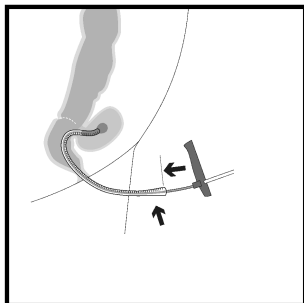

Fig. 3
14. Ghidați dispozitivul de împingere prin tubul de drenaj și, folosind dispozitivul de împingere, împingeți buretele spre capătul supra-tubului (sau rectoscopului sau proctoscopului). Vârful buretelui este acum poziționat la cel mai adânc punct în cavitatea cu scurgeri (Fig. 3). Într-un timp, continuați să